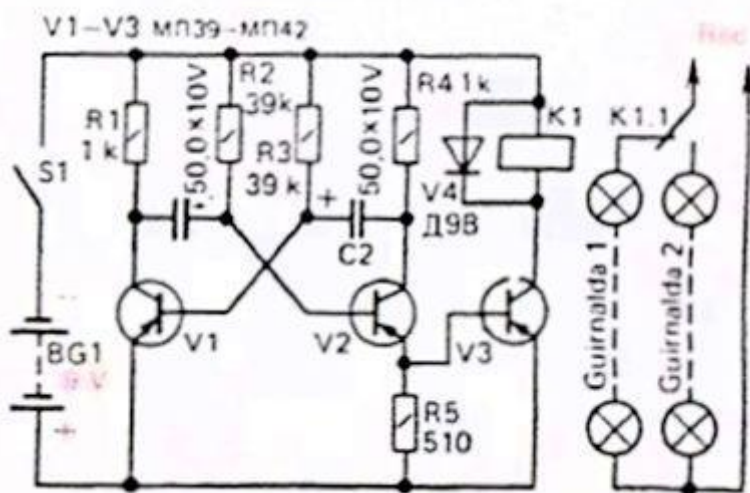

Figura 199. Conmutador electrónico
**Conmutador electrónico.** Este aparato, cuyo esquema se da en la Figura 199, se puede emplear para conmutar dos guirnaldas de lámparas de un árbol de Navidad, que se alimenten de la red de corriente alterna.